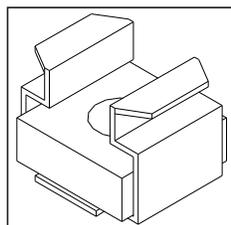

Figure 18: Boulon carré.
Il y a deux (2) pieds de mise à niveau et ils peuvent être trouvés à l'intérieur du sac manuel. Chaque jambe de mise à niveau se compose d'un long boulon, un écrou, une rondelle et un boulon carré avec clip (voir Figure 18). Pour l'installation de l'jambes de mise à niveau l'appareil doit être sur le dos et d'un 1/2" est nécessaire pour les ajustements.